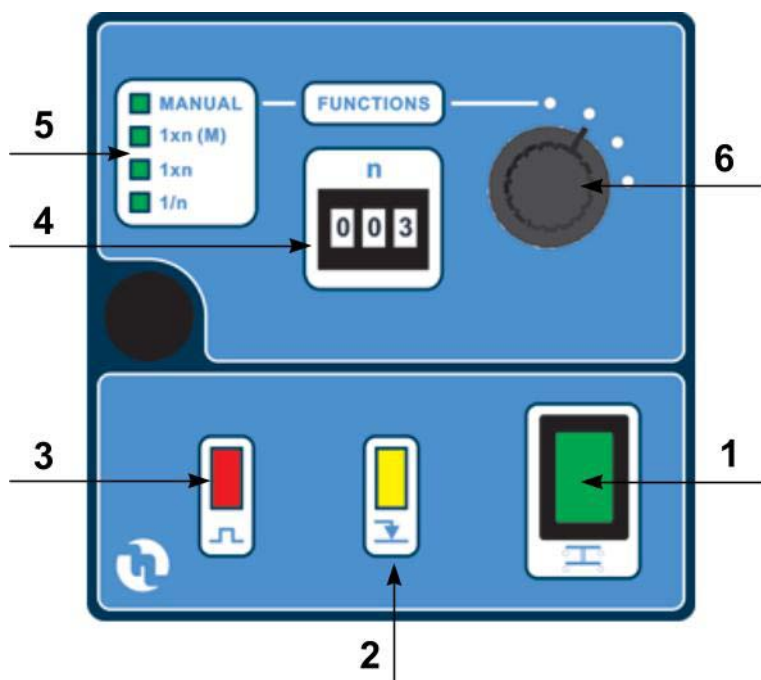

Рис.11
6.1. ОРГАНЫ УПРАВЛЕНИЯ НАСОСОМ (Рис.11)
Оператор устанавливает число **"N"** на механическом блоке установке значений. Насос работает с производительностью **"N"**, заданной оператором, где **"N"** — количество выбросов в минуту. Для входа в ручной режим работы, необходимо переключить селектор (поз 6.) Рис.11 в положение **«MANUAL»**.
Для входа в пропорциональный режим работы от импульсного расходомера **«1xN(M)»**, необходимо переключить селектор (поз 6.) Рис.11 в положение **«1xN(M)»**.
Для входа в пропорциональный режим работы от импульсного расходомера **«1xN»**, необходимо переключить селектор (поз 6.) Рис.11 в положение **«1xN»**.
Для входа в пропорциональный режим работы от импульсного расходомера **«1/N»**, необходимо переключить селектор (поз 6.) Рис.11 в положение **«1/N»**.